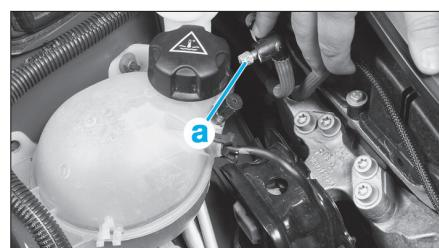

Fig. 27
- Faire chuter la pression de carburant à l'aide de l'outil [1], en le branchant sur la vanne "Shraeder" (Fig.27). Récupérer le carburant dans un récipient.
- Faire chuter la pression d'essence en branchant l'extrémité de l'outil [1] sur la valve SCHRADER (a) (Fig.27) et récupérer l'essence dans un récipient.